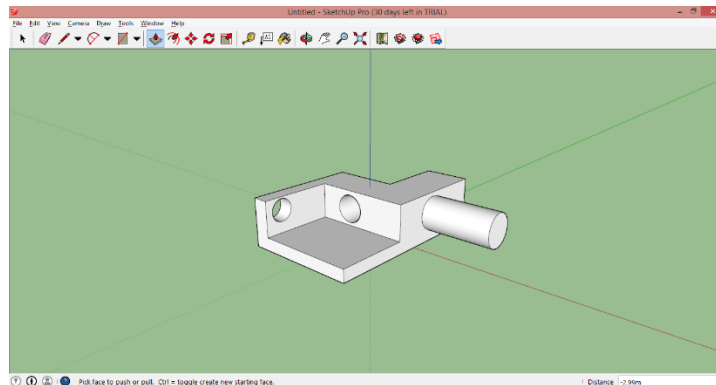

Рисунок 2.6
6. Попробуємо з командами «Circle», «Rectangle», «Push/Pull» (рис. 2.6).